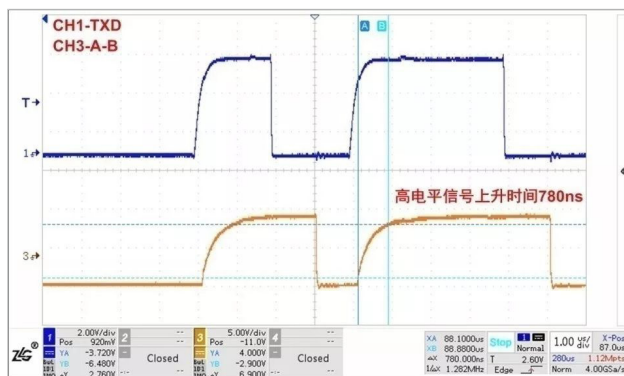

图5 发送高电平上升时间
1.2 自动收发电路发送高电平是通过外部上下拉电阻驱动的，上升沿较缓慢，波形如图 5 所示，可以看出，发送高电平的上升沿较为缓慢，限制了高速通信的应用。